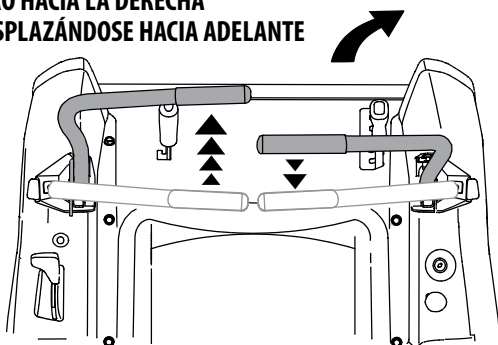

Figura 5-5
- Para girar a la derecha, mueva la palanca de control del lado derecho hacia atrás respecto de la palanca izquierda. Vea la Figura 5-5.